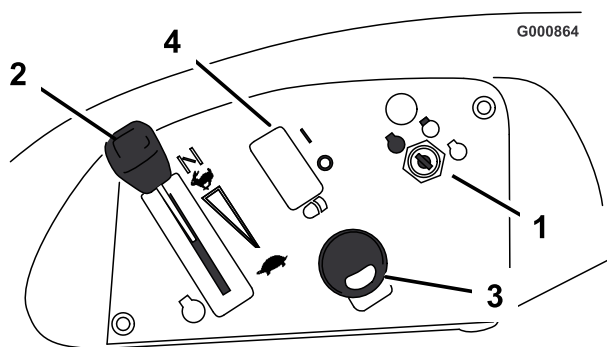
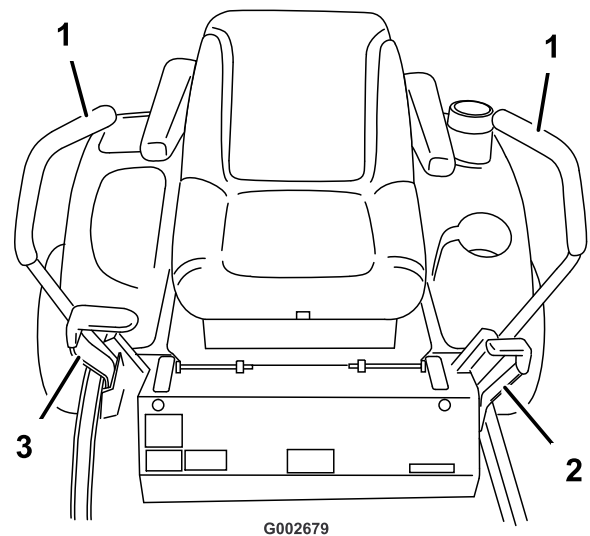

Figure 4
Figure 5
Avant de mettre le moteur en marche et d'utiliser la machine, familiarisez-vous avec toutes les commandes de la machine (Figure 4 et Figure 5).
1. Mettez les leviers de commande de déplacement (Figure 5) en position de verrouillage du point mort.